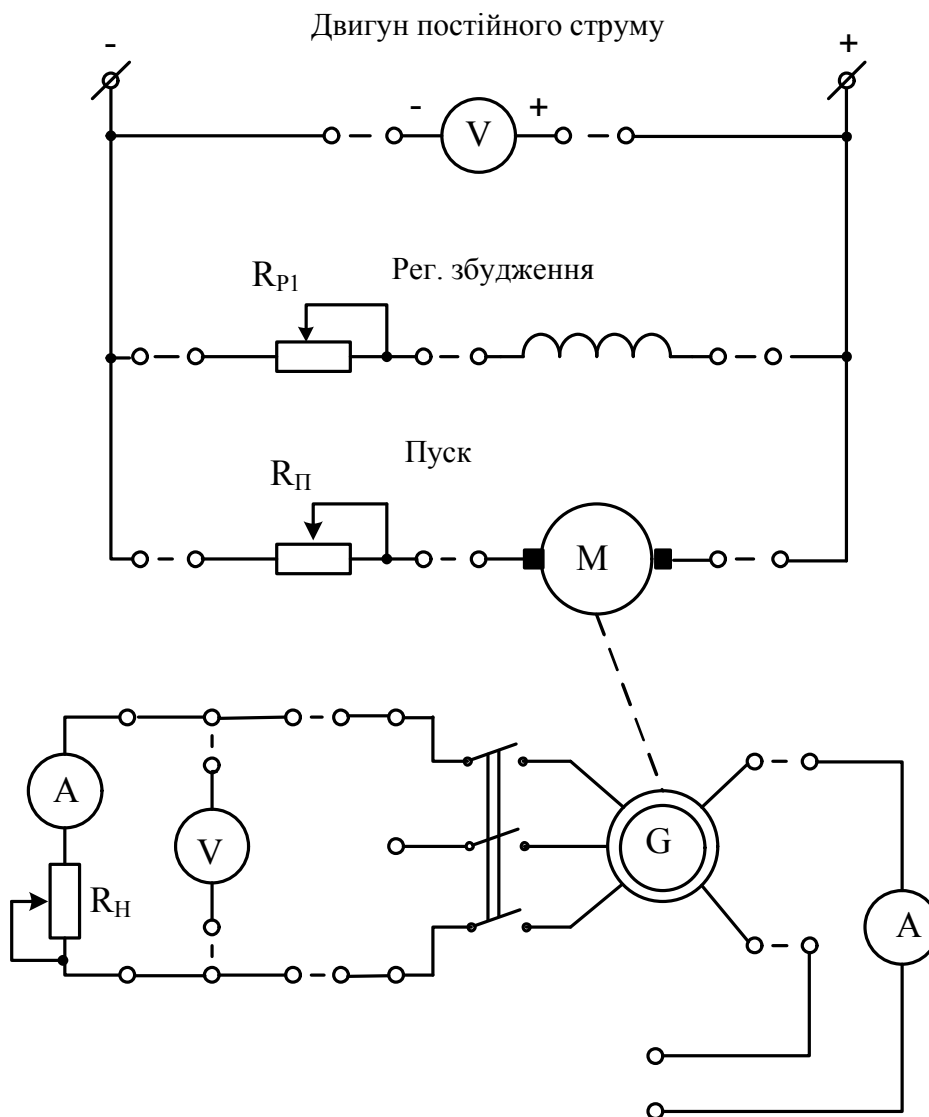

Рис.16.3
3. Використовуючи панель із мнемонічною схемою "Синхронна машина", зібрати електричне коло для зняття характеристик синхронного генератора та електричне коло двигуна постійного струму, який є джерелом механічної енергії у відповідності до монтажною схемою (рис. 16.3).